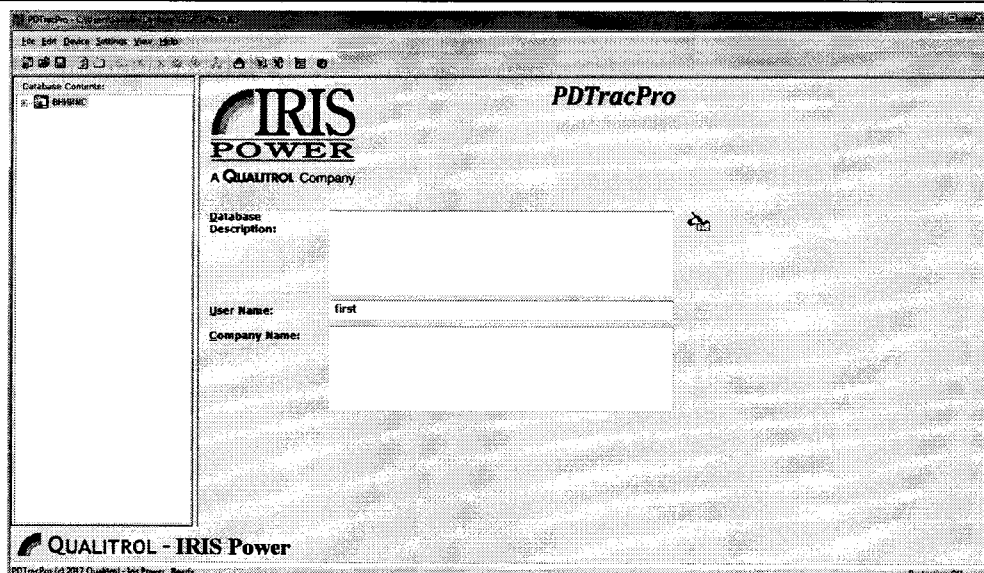

Рисунок 12 – Общее окно программы
- 1) Установить программное обеспечение «PDTracPro» на персональный компьютер (см. Рисунок 12);